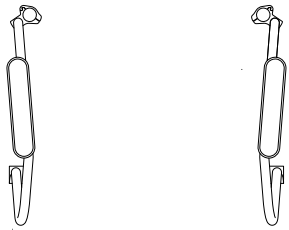

Abb. 14
6. Om sidoskyddets bakre fästklämma istället vrids så att den hamnar längre utåt från stolen, ökar sittbredden (bild 14).